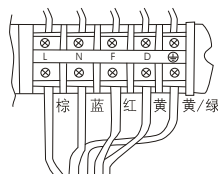

图 27
- (1) 将接线排盖板1取下。
- (2) 将连接电缆分别按图27、28正确地牢固连接（紧固力矩为8~15kgf·cm）。
- (3) 必须将黄/绿线接至带有“⊕”标志的端子上。
- (4) 用连接线压板将连接电缆用螺钉紧固。
- (5) 完成接线后将接线排盖板1重新安装凸台卡口位置。
- (6) 将边盖重新安装。